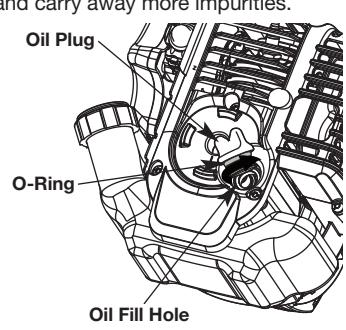

Fig. 13
- Remove the oil fill plug (Fig. 13).